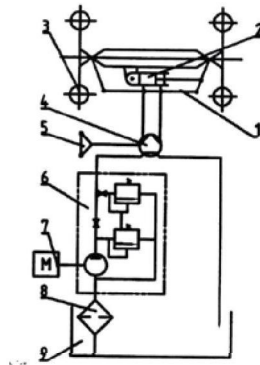

Рис. 10. Принципиальная схема гидравлических рулевых механизмов.
### 5.4.1. Принцип действия и функционирования полного гидравлического рулевого механизма (смотрите Рис. 10)
Принцип работы гидравлических рулевых механизмов показан на рис.10. Картер ведущего моста задней оси (9) также может быть использован как масляный бак рулевых механизмов. Под низким давлением масло вытекает в насос непрерывного течения HLCB-D06/06 (L) (6) в дизельный двигатель (7) через отверстие трубки насоса. Масло под устойчиво высоким давлением попадает в гидравлическое управление рулевого механизма модели BZZ1-E80 (4) и приводит в действие управляющий цилиндр (2) для приведения в действие рулевого механизма, а избыток масла возвращается к насосу через возвратную масляную трубу. Насос постоянного действия приспособлен для поддержки стабильной подачи масла, чтобы гарантировать устойчивую работу гидравлического рулевого механизма. Во время работы двигателя, гидравлический рулевой механизм трактора может работать только при повороте руля, и гидравлический подъемник не должно сбивать настройку управления.